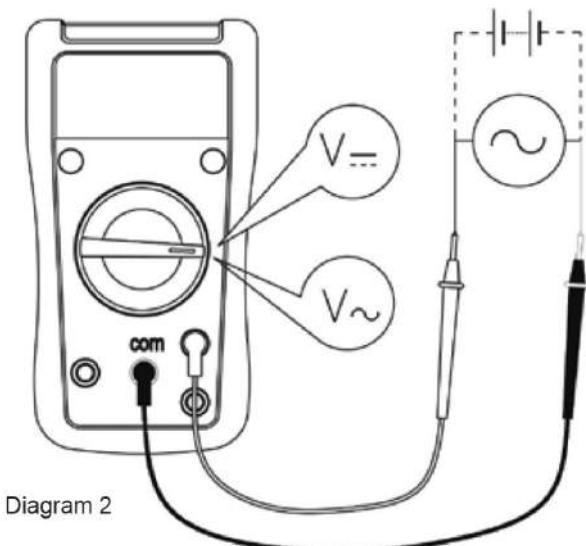

Figura 2
I. Măsurarea tensiunii continue și a celei alternative (vezi figura 2)